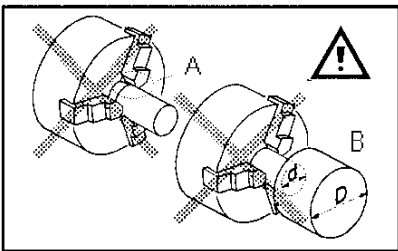

Fig 6
Vermeiden Sie kurze Einspannlängen (A, Fig 6) oder das Spannen auf einem kleinen Durchmesser (B).